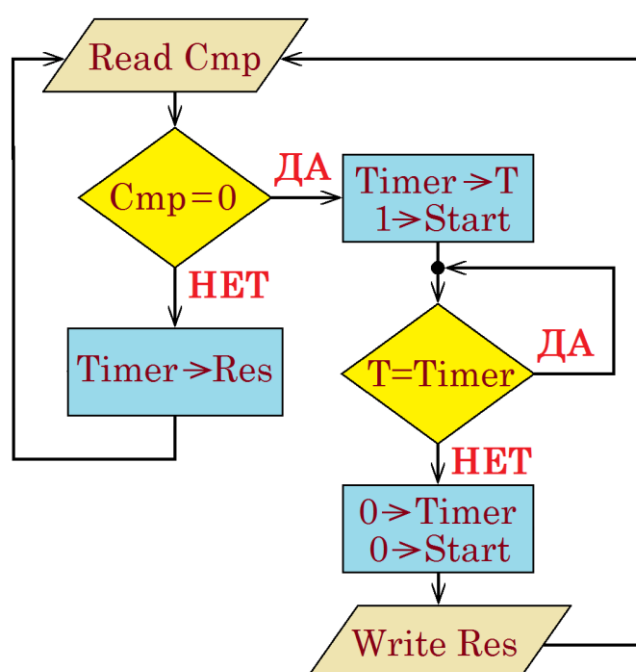

Рис. 4. Алгоритм работы микроконтроллера рис. 2
Схема алгоритма работы микроконтроллера приведена на рис. 4.
3. Собрать по схеме рис.4 преобразователь напряжения в частоту. Подобрать ёмкость конденсатора преобразователя такой, чтобы при максимальном входном напряжении  $U_{\max}$  на длительности  $1/(2f_0)$  укладывалось  $2^N$  импульсов. При этом контролировать, чтобы при максимальном входном напряжении операционные усилители преобразователя не входили в состояние насыщения, добиваясь этого изменением соответствующих сопротивлений. Следует отметить, что ёмкость конденсатора не должна быть меньше по крайней мере 100 нФ, поскольку при меньших её значениях начинает сильно сказываться ток утечки выхода DIS интегрального таймера 555.